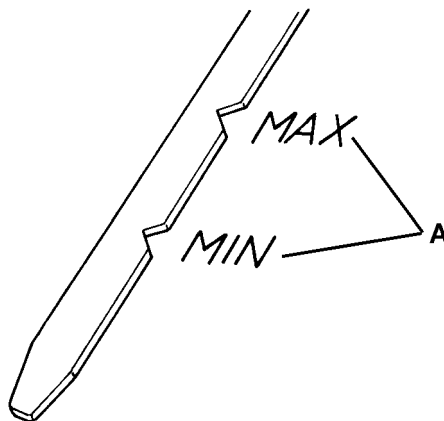

Abbildung 27
2. Die Feststellbremse mittels des Pedals (84) und des Hebels (76) betätigen.
3. Den Zündschlüssel (69) auf „0“ drehen.
4. Die Haube (23) öffnen und durch die Stützstange (55) halten.
5. Die Schrauben (45) entfernen, dann die Motorschutzplatte (44) durch Lösen der Befestiger (46) entfernen.
6. Das Motorölmessstab (34) herausziehen und mit einem sauberen Tuch reinigen. Das Messstab (34) vollständig hineinstecken, dann, nach einigen Sekunden, es wieder herausziehen und prüfen, dass den Ölstand zwischen MIN (Mindeststand) und MAX (Höchststand) (A, Abb. 27) liegt.
14. Den Deckel des Einfüllstutzens (35) einsetzen.
15. Das Messstab (34) vollständig hineinstecken, dann, nach einigen Sekunden, es wieder herausziehen und prüfen, dass den Ölstand zwischen MIN (Mindeststand) und MAX (Höchststand) (A, Abb. 27) liegt. Falls nötig, das Nachfüllen ausführen. Das Messstab (34) hineinstecken.